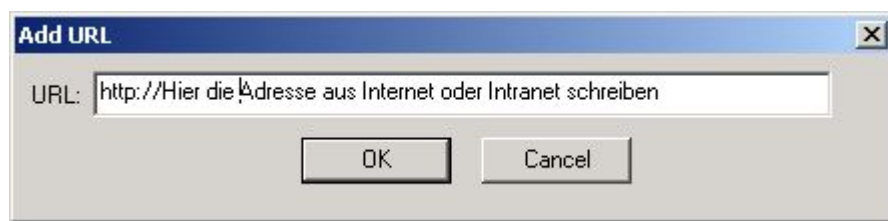

Abbildung 102: Dialog für die Eingabe von Internet-/Intranetadressen
- Klicken Sie auf *URL hinzufügen*. Im Dialog *Add URL* schreiben Sie die genaue Adresse. Bei einer falschen Adresse kann die Seite nicht angezeigt werden. Siehe auch: Abbildung 102.